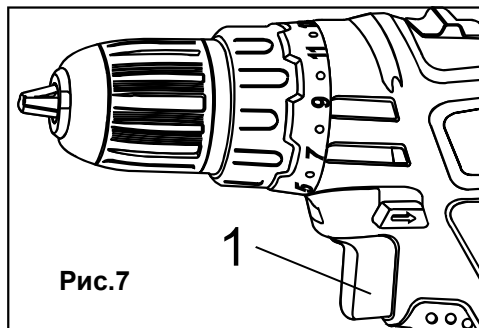

Рис.7
Шуруповёрт оснащен кнопкой включения (1) с плавной регулировкой числа оборотов. Медленное вращение происходит при легком нажатии на кнопку и увеличивается при более сильном нажатии (Рис. 7). Для остановки инструмента отпустите кнопку включения.